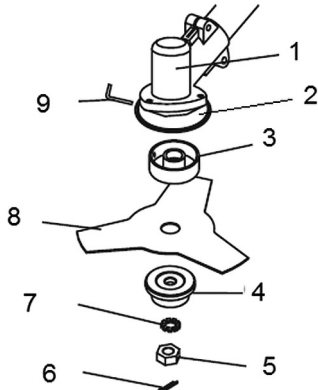
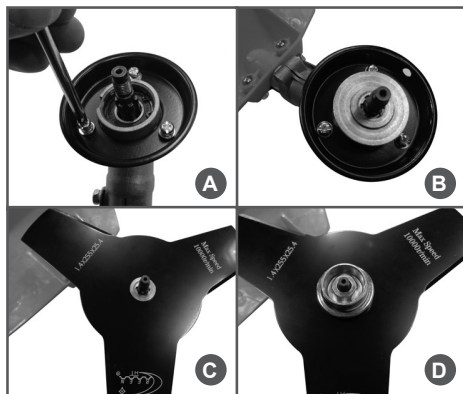
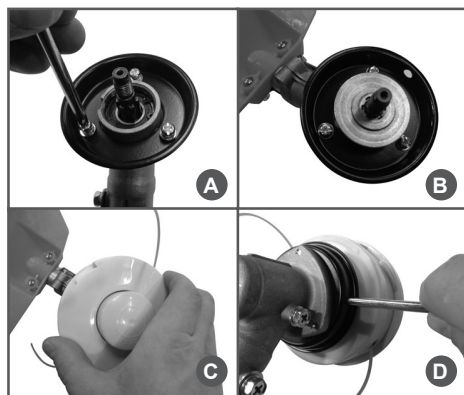

Рис. 3 Конструкция узла крепления ножа
Рис. 4 Установка ножа
Рис. 7 Установка триммерной головки
тора гайку 5, снимите стопорную 7 и прижимную шайбы 4, снимите защитную шайбу редуктора 3 (Рис. 3).
2. Установите чашку редуктора 2 (Рис. 3) так, чтобы отверстие в чашке и выемка в корпусе редуктора встали друг напротив друга, и закрепите ее винтами (Рис. 4А).
3. Установите защитную шайбу редуктора и совместите отверстие в чашке редуктора с отверстием на защитной шайбе редуктора (Рис. 4В).
4. Установите в отверстие защитной шайбы редуктора стопор 9 (ключ шестигранный 4 мм) (Рис. 3).
5. Установите нож 8 (Рис. 3) на защитную шайбу редуктора (Рис. 4С).
6. Установите прижимную шайбу ножа, стопорную шайбу и закрепите гайкой (Рис. 4Д).
Для установки триммерной головки открутите гайку крепления ножа, снимите шайбу стопорную и прижимную шайбу ножа, как показано на Рис. 3, 7В и закрутите триммерную головку (Рис. 7С). Удерживая стопор, произведите окончательную затяжку триммерной головки (Рис. 7Д).